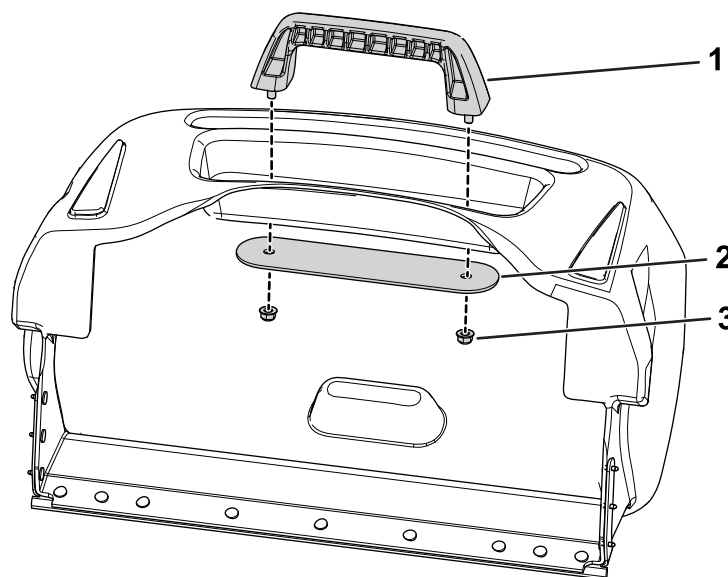

Figura 18
3. Rimuovete i componenti della maniglia (maniglia, piastra di supporto e dadi) dal cesto (Figura 18).
2. Utilizzate i dadi rimossi in precedenza per montare la maniglia e la piastra di supporto sul cesto di raccolta (Figura 18)